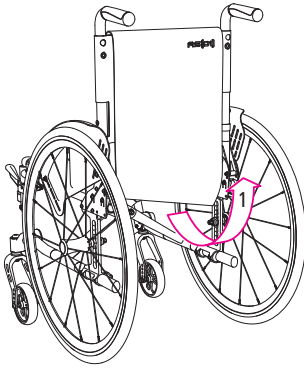

Abb.28
3. Zum Zusammenfalten des Rollstuhls lösen Sie ggf. den Latz der Rückenlehne unter der Sitzfläche (1, Abb. 28).